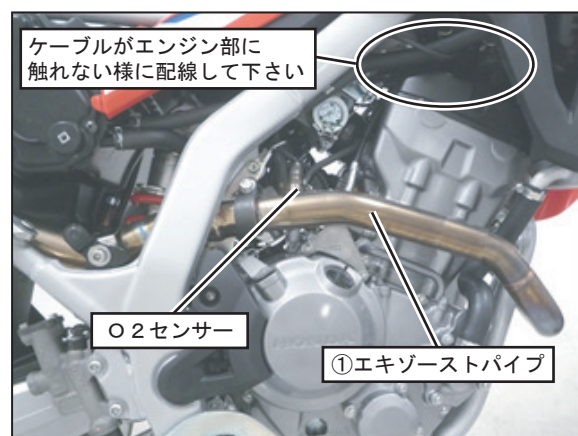

FIG. 16
12. 手順3で取り外したO2センサーを、①エキゾーストパイプのセンサーボスに規定トルクで締め付け、カブラを元に戻して下さい。戻す際、ケーブルがエンジン部に触れない様に配線して下さい。(FIG. 16 参照)